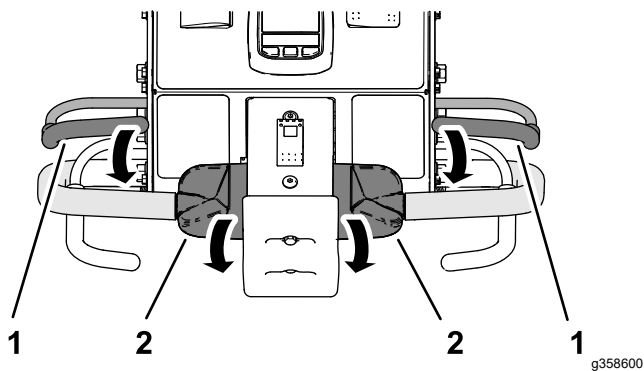

Figura 35
1. Sostenga la barra de presencia del operador contra el manillar y gire la parte superior del control de tracción hacia delante (Figura 35).